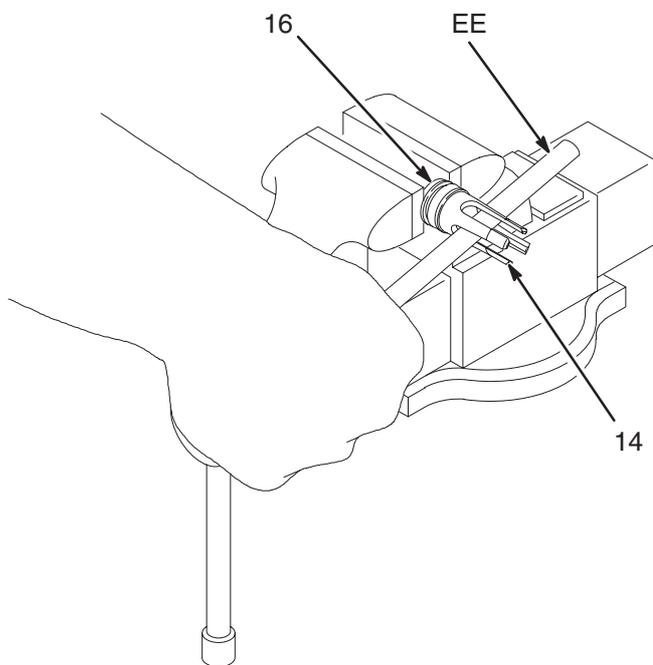

Fig. 6
13. Placer les méplats du siège du piston (16) dans un étau. À l'aide d'une tige de laiton de 13 mm (1/2") de diam. (EE), dévisser le guide (14) du siège du piston (16). Voir Fig. 6. Enlever le joint du piston (15); toujours le remplacer par un neuf. Examiner l'état des surfaces en regard du piston (13) et du siège du piston (16) dans l'éventualité d'entailles, de stries ou d'usure.